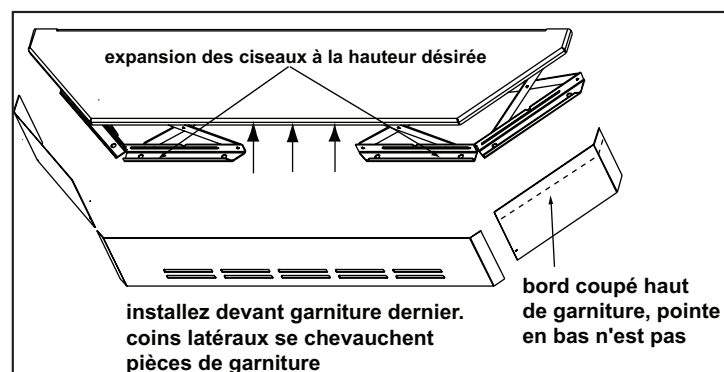

Figure 44.2
2. Développer des ciseaux à la hauteur désirée. Serrer les vis pour maintenir en place en utilisant un tournevis cruciforme. Voir **Figure 44.2.**
3. Devant mesurer et garnitures latérales à la hauteur nécessaire pour couvrir les ciseaux et les morceaux marquent pour la coupe. Coupez l'excès de produit haut de bord finition, pas en bas. Cet avantage sera forte; porter des gants pour éviter les blessures aux mains. **Figure 44.2.**